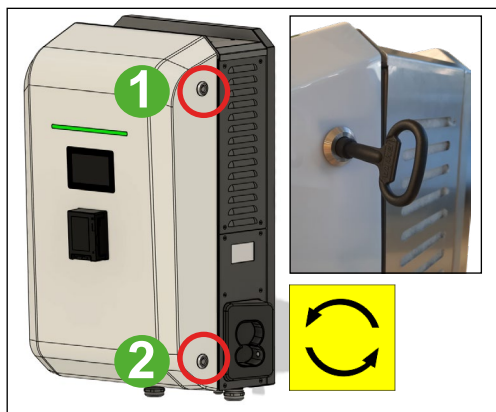

Abb. 38: DCW15 Entriegeln und Verriegeln
2. Schnellverschlüsse ① und ② mit Schlüssel entriegeln (siehe Abb. 38).
5. Schnellverschlüsse ① und ② mit Schlüssel verriegeln (siehe Abb. 38).